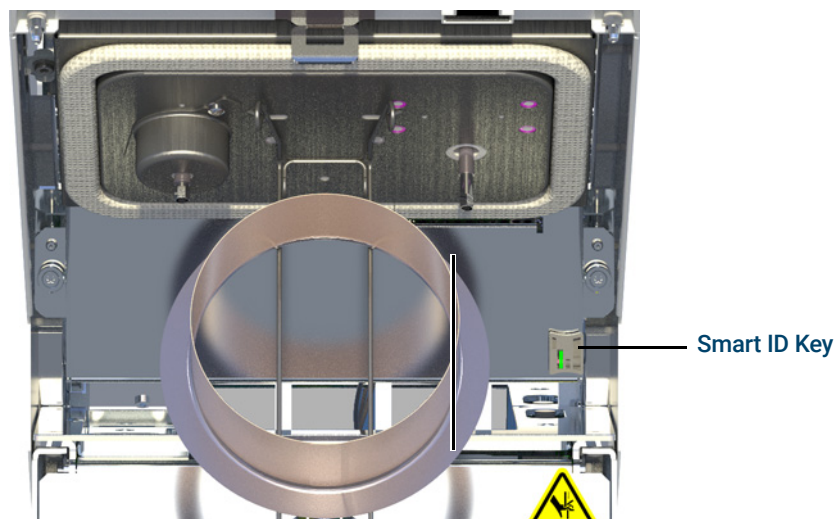

Abbildung 5. Smart ID Key einsetzen
**13** Falls verfügbar, setzen Sie den neuen Smart ID Key der Säule ein. Siehe **Abbildung 5**.